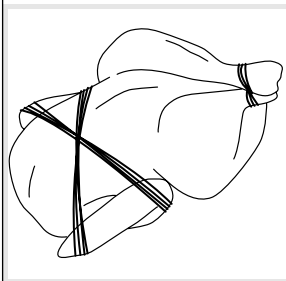

FIGURA 2
6. Utilizando hilo regular, cuerda de carnicero, o hasta hilo dental, es necesario atar las alas y las patas de las aves para evitar que las piezas sueltas rocen el interior de la puerta, el escudo calefactor o el elemento calefactor cuando la varilla gire dentro del Asador. (Figura 2)